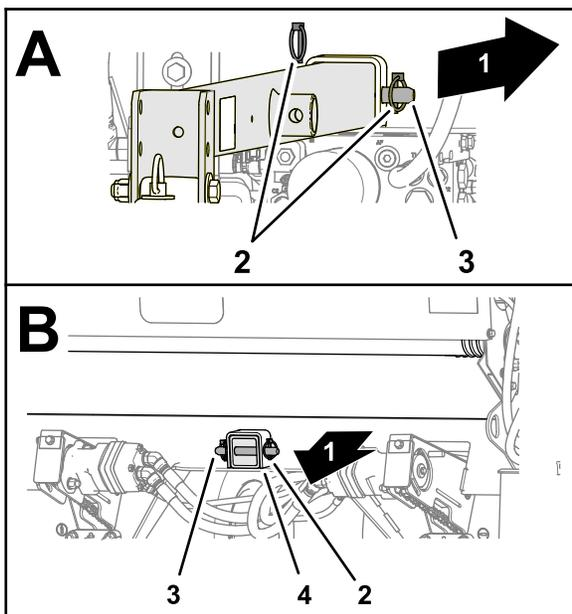

Figura 4
2. Alinhe os furos no garfo com os furos dos tubos do recetor e prenda o garfo aos tubos com os dois pinos de sujeição e passadores de forquilha (Figura 4).